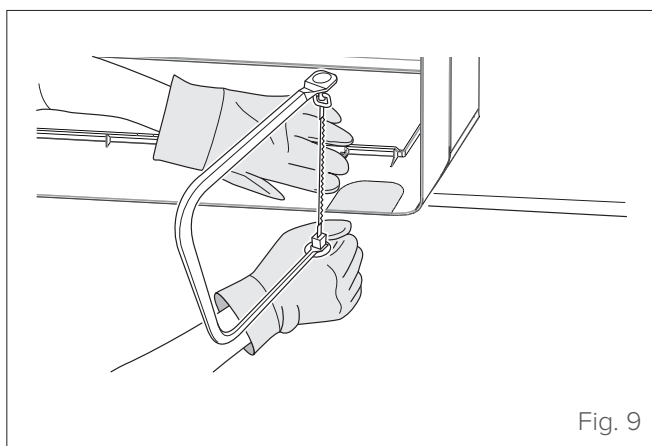

Fig. 9
- 2 Se il foro a parete si trova dietro l'unità, lasciare in posizione il pannello pretranciato. Se il foro a parete si trova a lato dell'unità interna, rimuovere il pannello di plastica pretranciato dal fianco dell'unità utilizzando un seghetto per traforo (vedere "Fig. 9").